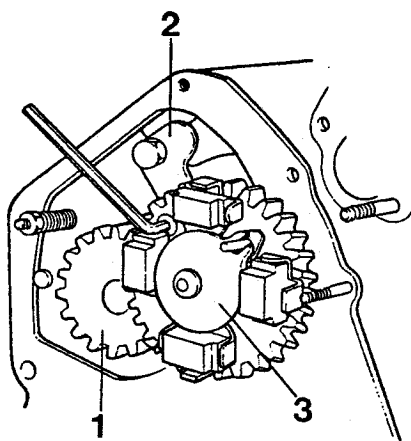

Fig. 67 Dépose de l'arbre à cames
4. Enlever les vis pour l'arrêtoir (une vis est accessible par le trou dans le pignon d'arbre à cames), figure 67.